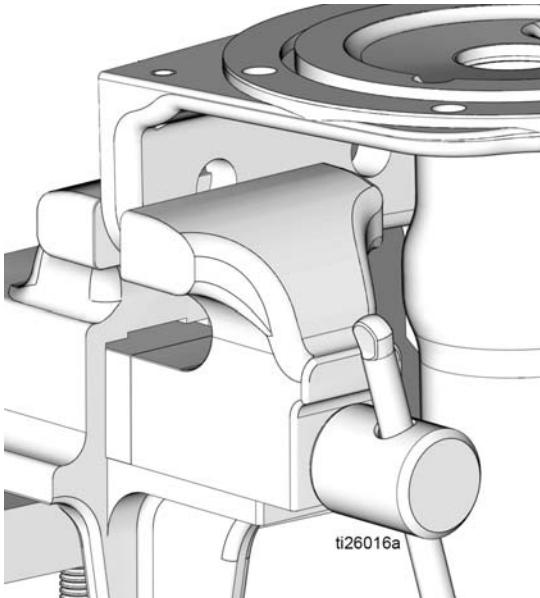

图 29
2. 根据需要，将泵底座（1）重新放置在老虎钳中，如图 29 所示。